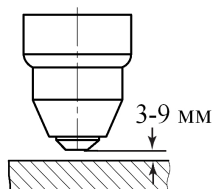

Рис. 7.6. Выбор расстояния от сопла плазматрона до разрезаемого изделия.
- **Расстояние до разрезаемого изделия (см. рис. 7.6).**